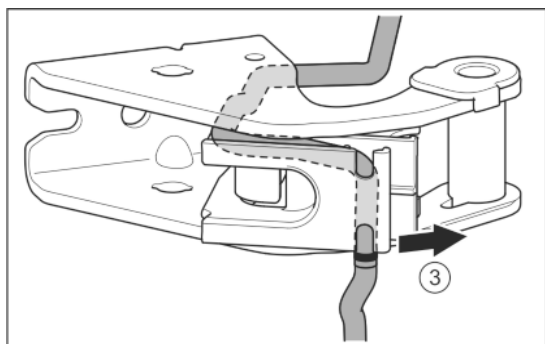

Fig. 30
- ▶ Staccare il cavo dalla guida. Fig. 30 (3)